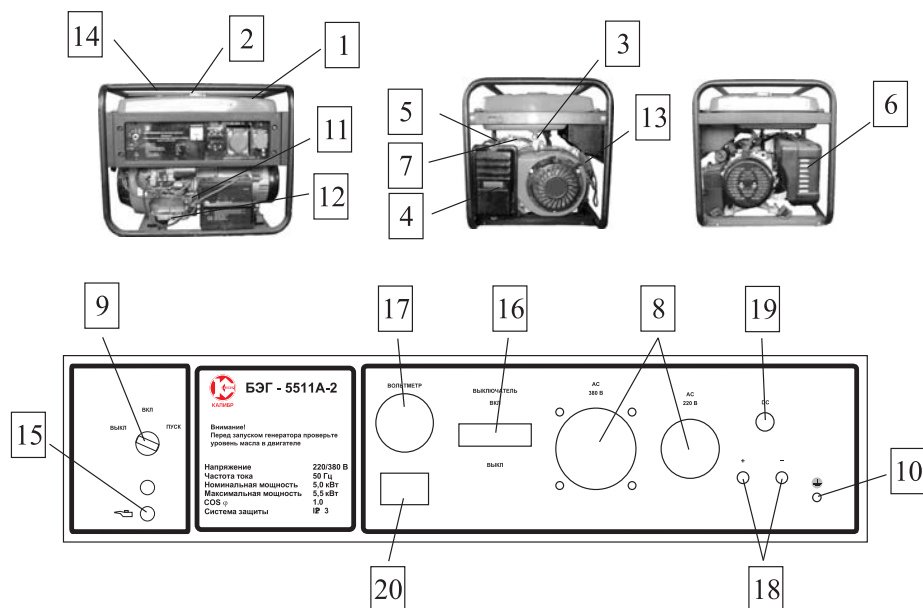

рис. 1
Общий вид генератора схематично представлен на рис. 1
6.2.1 Вывинтить щуп 11 (рис. 1) и залить в картер масло соответствующего типа до нижнего края горловины. Вставить сухой чистый щуп в горловину картера и вынуть его. Проверить уровень масла: граница смоченной области щупа должна располагаться между отметками минимального и максимального уровней.
6.3 Заземление корпуса генератора. При установке генератора следует подключить к резьбовой клемме **10** (рис. 1) проводник заземляющего устройства, удовлетворяющего требованиям раздела “Обеспечение требований безопасности”.
6.5.1 Отключить всех потребителей переменного тока генератора, переводя автоматический выключатель **16** (рис. 1) в отключённое положение, отсоединить потребителей постоянного тока от розетки **18** (рис. 1).
6.5.2 Открыть топливный кран **3** (рис. 1).
6.5.3 Перевести рычаг управления воздушной заслонкой **7** (рис. 1) в крайнее левой положение при пуске холодного двигателя и в промежуточное при пуске прогретого двигателя.
6.5.4 Перевести выключатель двигателя **9** (рис. 1) в отключённое положение.
6.5.5 Плавнo вытянуть до упора трос ручного стартера за ручку **13** (рис. 1) и вернуть в исходное положение.
6.5.6 Перевести выключатель двигателя **9** (рис. 1) во включённое положение.
6.5.8 После прогрева двигателя в течение времени около 10-40 секунд, в зависимости от начальной температуры, переведите рычаг воздушной заслонки **7** (рис. 1) в крайне правое положение, если при этом двигатель работает неустойчиво вернуть рычаг заслонки в прежнее положение и обеспечить завершение прогрева двигателя.